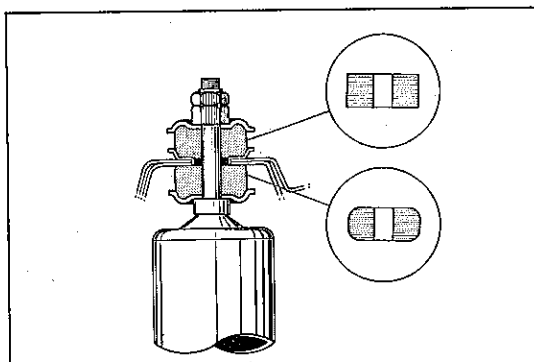

図5-3-4 ショック アブソーバ取り付け Z3875
- ④ クッションとリテーナの組み付けは方向を確認する。(図5-3-4参照)